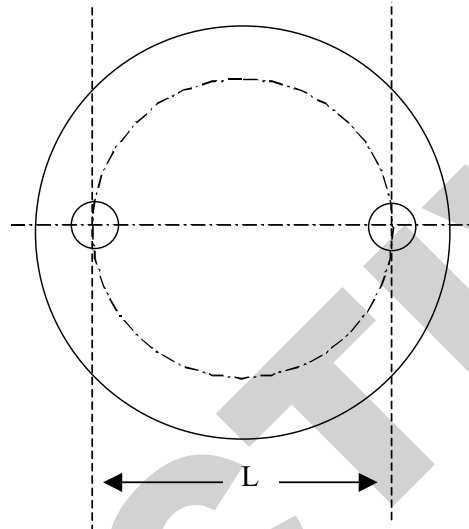

図 1
5.2.1 図 1 に描かれているように、出口ポートは 3 時の位置にディップチューブと共に設置し、気体入口は 9 時の位置に設置する。